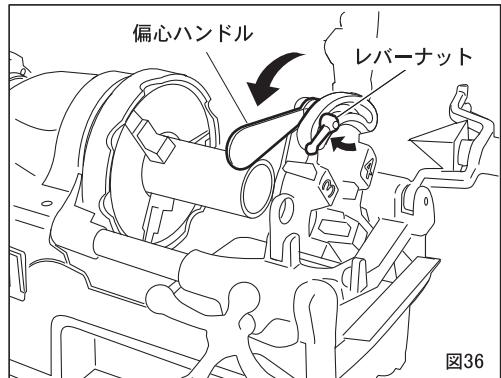

図36
①ねじ切りのサイズ寸法を合わせるには偏心台（図39）の目盛りを、ダイヘッドのサイズ目盛りのねじ切り寸法に合わせて、レバーナットを締めて固定してください。（図36）